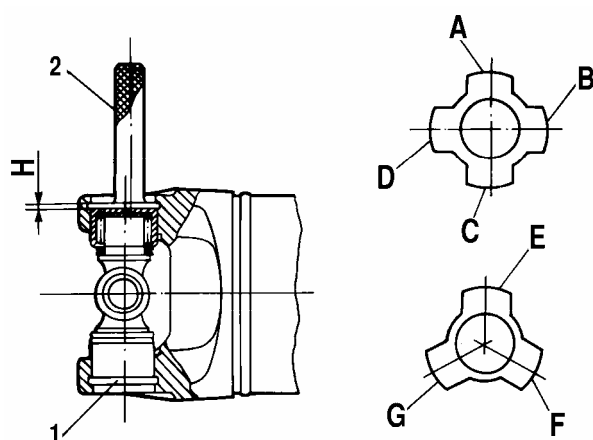

Рис. 3-49. Сборка карданного шарнира:
- удалив старую загустевшую смазку, смажьте внутреннюю поверхность корпусов подшипников смазкой № 158 или Фиол-2У (0,8–1,2 г на каждый подшипник). Шипы крестовины покрывать смазкой не следует, чтобы не образовалась воздушная подушка при сборке. Вставьте крестовину в отверстия вилок. Запрессуйте в одно отверстие вилки подшипник и установите в проточку вилки стопорное кольцо 1 (рис. 3-49) толщиной 1,56 мм. Запрессуйте подшипник в другое отверстие вилки до упора противоположного подшипника в торец стопорного кольца. Усилие запрессовки не должно превышать 15000 Н (1500 кгс).